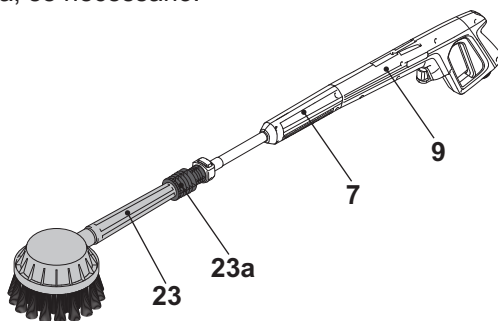

Fig. 11
1. Instale a lança extensora (7) na pistola pulverizadora (9) (Fig. 11).
2. Fixe a escova rotativa (23) na lança de extensão.